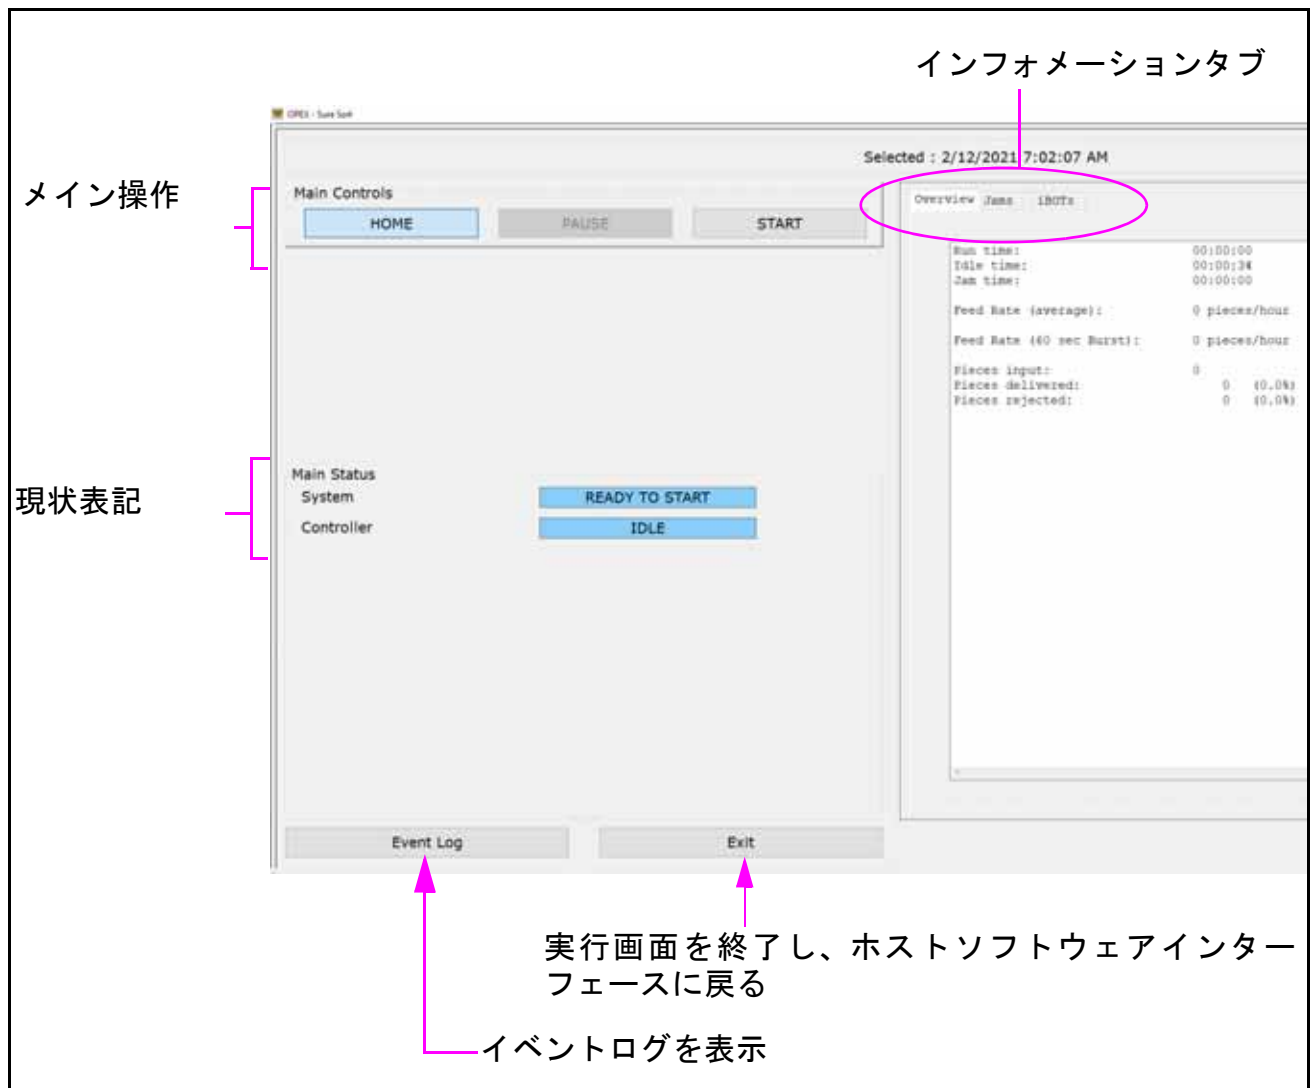

図 4-9: 運転操作画面の構成
- 実行画面には、メインコントロール、メインステータスエリア、情報タブの3つの主要コンポーネントがあります（図 4-9 参照）